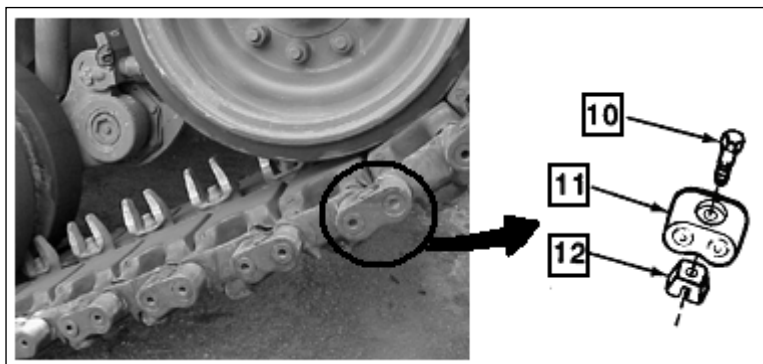

Fig 6-8. Conector da lagarta
j. Afrouxar o parafuso da cunha (10) duas voltas e bater de leve com martelo para afrouxar a cunha (12). Remover o parafuso e cunha. (Fig 6-8)
- k.** Instalar o extrator de conector (13) no conector (11). (Fig 6-8 e 6-9)